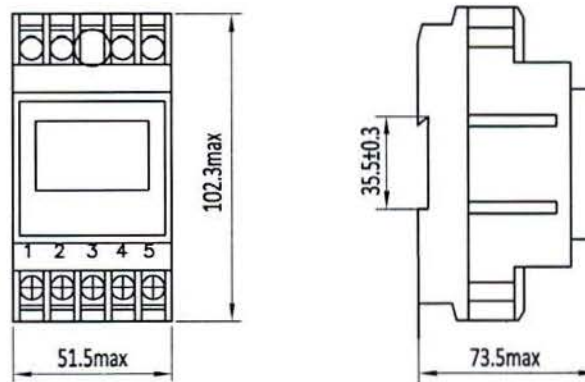

Рис. 1 Габаритные размеры KG10D
6.1 Габаритные и установочные размеры, Рис.1 - Рис.3.